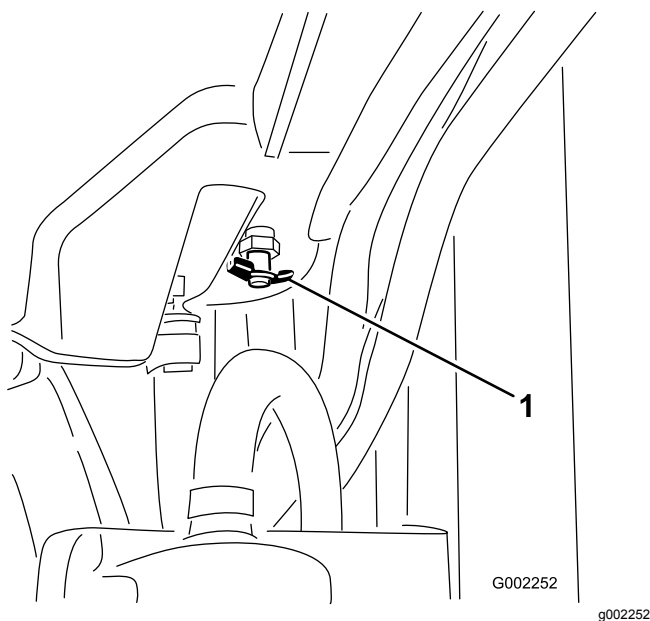

Рисунок 56
4. Откройте сливной клапан (Рисунок 56) и слейте охлаждающую жидкость в сливной поддон.